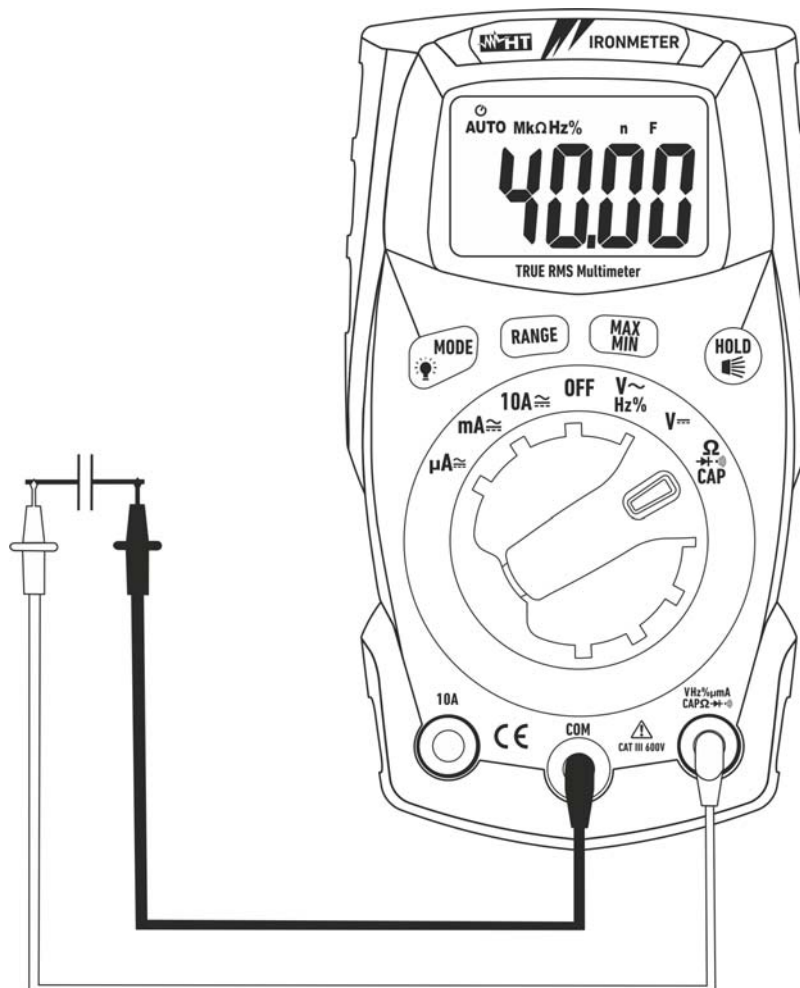

Fig. 7: Uso dello strumento per misura di Capacità
1. Selezionare la posizione Ω CAP \rightarrow (1))
3. Inserire il cavo rosso nel terminale di ingresso **VHz%mAμACAPΩ** \rightarrow (1)) e il cavo nero nel terminale di ingresso **COM**
4. Posizionare i puntali ai capi del condensatore in esame rispettando eventualmente le polarità positive (cavo rosso) e negative (cavo nero) (vedere Fig. 7). Il valore della capacità è mostrato a display